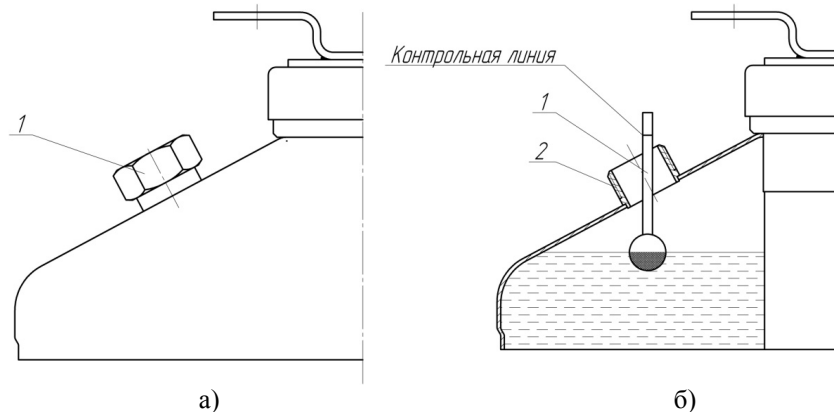

Рис.6
7.9.1 Открутить глухую гайку (поз.1, рис.6 а) на заливной горловине.
7.9.2 Опустить измеритель уровня ОТВ (поз.1, рис.6 б) в заливную горловину (поз.2, рис.6 б). Контрольная линия на стержне измерителя уровня ОТВ должна быть выше уровня заливной горловины (рис.6 б.).